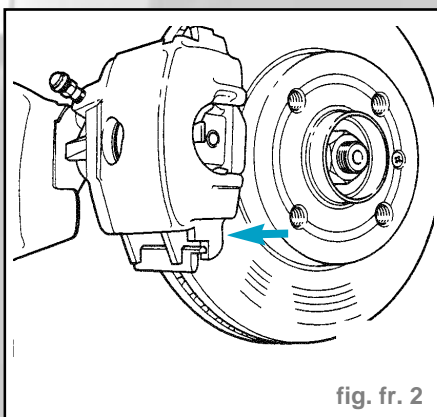

fig. fr. 2
- Commencer par mettre en place le boîtier d'étrier en bas (flèche) (fig. fr. 2). Le tourillon (flèche) du boîtier d'étrier doit se trouver derrière le guidage du carter de roulement de roue.